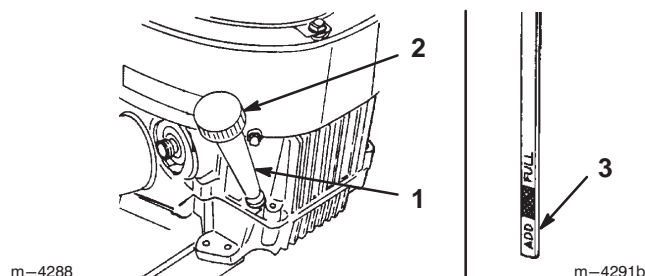

Figure 15
2. Nettoyez la surface autour de la jauge d'huile (Fig. 15) pour éviter que des impuretés s'introduisent dans le goulot de remplissage, ce qui risquerait d'endommager le moteur.
3. Dévissez la jauge d'huile et essuyez soigneusement l'extrémité métallique (Fig. 15).
4. Remettez la jauge complètement dans le tube de remplissage sans la visser (Fig. 15). Sortez de nouveau la jauge et examinez l'extrémité métallique. Si le niveau est bas, versez lentement une quantité d'huile suffisante dans le goulot de remplissage pour amener le niveau au repère du plein (FULL) sur la jauge.
5. Nettoyez la surface autour du bouchon de jauge d'huile et dévissez le bouchon (Fig. 15).
6. Versez lentement environ 80% de la quantité d'huile spécifiée à la page 22 dans le goulot de remplissage (Fig. 15). Vérifiez le niveau d'huile (voir Contrôle du niveau d'huile, page 22). Versez avec précaution suffisamment d'huile pour que le niveau atteigne le repère maximum (FULL) sur la jauge.